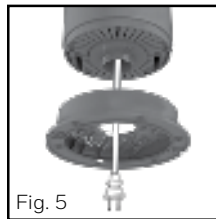

Fig. 5
- Levante cuidadosamente la carcasa del ventilador (Fig. 5) y coloque el cable a través del centro de la base.